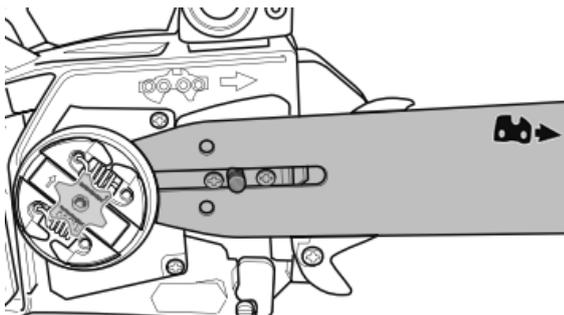

Fig.8
- 5) Positionnez la rainure dans le guide-chaîne au dessus des boulons. Assurez-vous de poser le guide-chaîne avec le symbole «  » de la tronçonneuse en haut. Poussez le guide-chaîne vers la gauche en direction du pignon (derrière l'embrayage). (Fig.8)